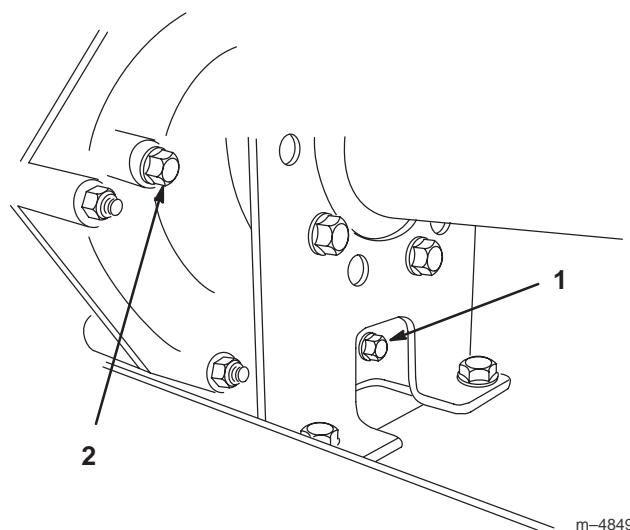
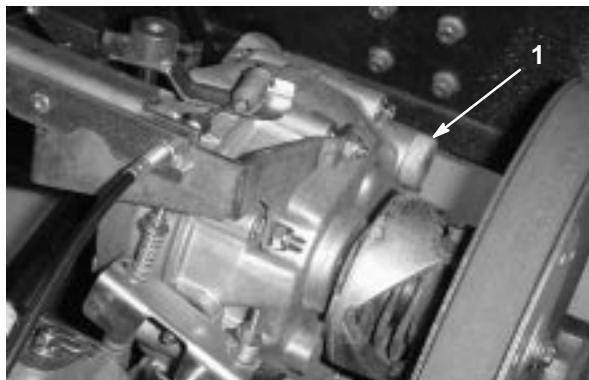

Figure 41
Figure 42
2. Enlevez le bouchon de vidange sur le côté droit du réservoir (Fig. 41) et laissez l'huile s'écouler dans un bac de vidange. Revissez le bouchon de vidange en place lorsque toute l'huile s'est écoulée.
| 3. Versez environ 1,4 l d'huile moteur SAE 10W30 dans le réservoir (Fig. 42) ou faites l'appoint jusqu'à ce que le niveau atteigne le bas du trou d'indication de niveau (Fig. 41). | |